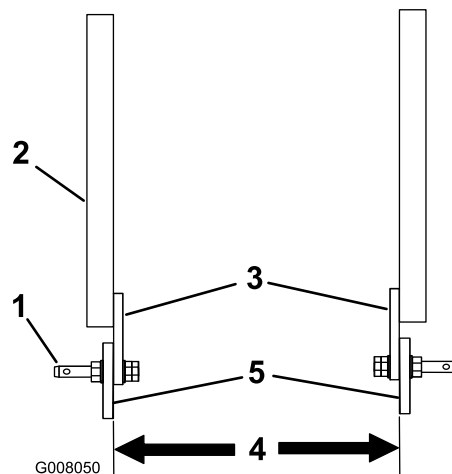

図 2
- エアレータの下取り付けタブ間の距離が 52.7 cm から 57.5 cm の場合 (プロコア 660 や 880 エアレータの場合)、図 2 に示すように、取り付けタブが内側になるようにして、リンク・ピンをサポート・アームに取り付ける。